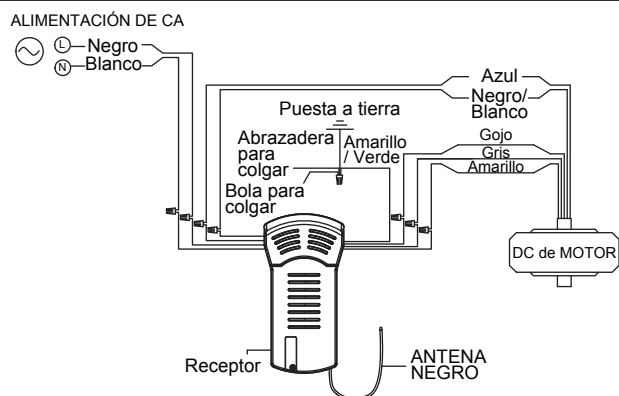

Figura 4
- 3. Realice las conexiones de cables al bloque del terminal como se muestra en la Figura 4.